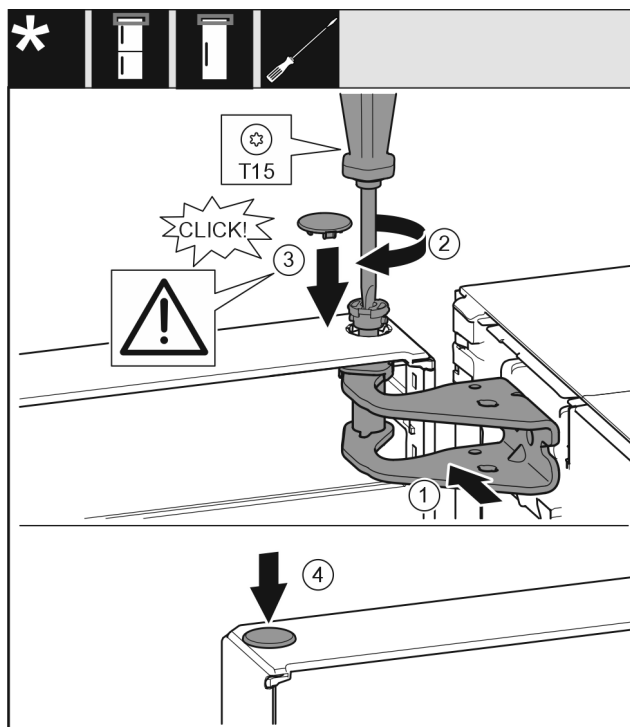

Fig. 21
- Vrata zgoraj naravnajte k odprtini v ležajnem podstavku. Fig. 21 (1)
- Vstavite sornik Fig. 21 (2) in ga zategnite z izvijačem.
- Montirajte varovalni pokrov Fig. 21 (3) za varovanje vrat: Vstavite varovalni pokrov in preverite, če se nalega na vrata. Sicer popolnoma vstavite sornike.
- Vstavite čep Fig. 21 (4).